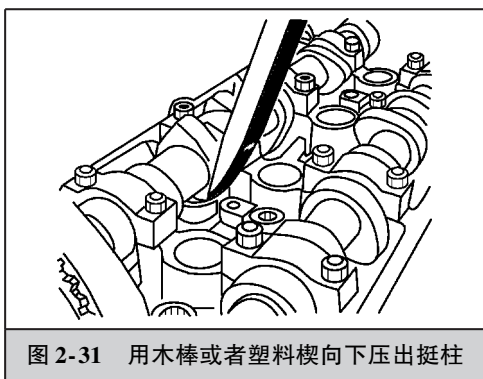

图 2-31 用木棒或者塑料楔向下压出挺柱
① 拆下气缸盖罩。
② 顺时针转动曲轴，使待查挺柱凸轮朝上。
③ 测量凸轮轴和挺柱间隙，如果间隙大于 0.2mm ，更换挺柱。如果间隙小于 0.1mm 或无间隙，按下述进行检查：用楔形木棒或塑料棒压下挺柱，如图 2-31 所示。如果凸轮与挺柱间可放入 0.2mm 塞尺，则更换挺柱。